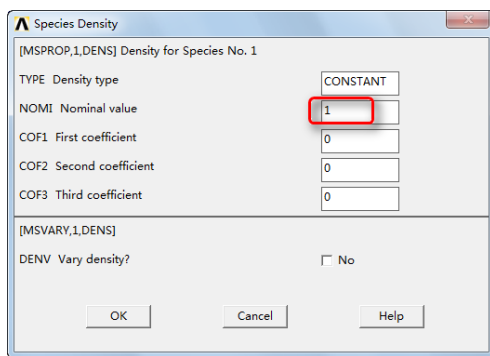

图 10-36 “Species Density”对话框
⑪单击“OK”按钮会弹出“Species Density”对话框，如图 10-36 所示，在“NOMI Nominal value”输入框中输入 1，其余采用默认设置。
②⑧单击“OK”按钮会弹出“Species Density”对话框，如图 10-36 所示，在“NOMI Nominal value”输入框中输入 2，其余采用默认设置。